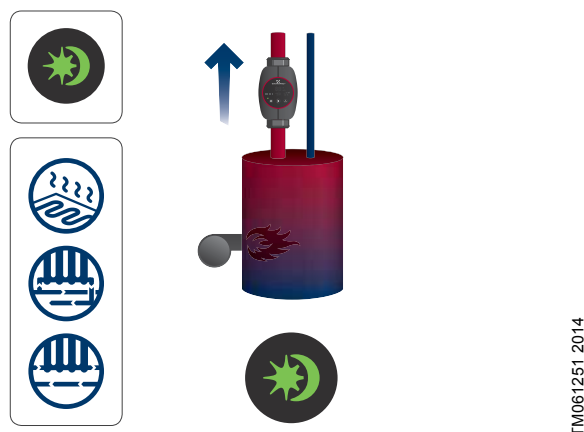

Рис. 22 Автоматический ночной режим активируется при загорании зелёного светового поля
- Насос должен быть встроен в подающую магистраль. См. рис. 22, поз. А.